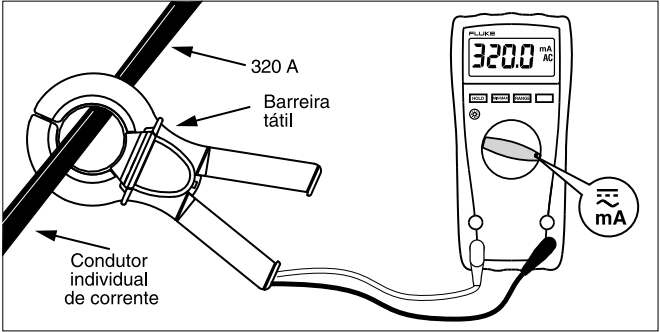

Figura 1. Medição de corrente
- **Não coloque os dedos além da barreira tátil; siga a ilustração na Figura 1.**
3. Prenda a sonda no condutor de corrente a ser medido (veja a Figura 1). Verifique se as garras da sonda estão firmemente presas no condutor.
Quando o alicate é conectado a um medidor de corrente compatível e preso em um condutor individual de corrente, os valores medidos apresentados correspondem a 1 milésimo da corrente efetiva presente no condutor. Por exemplo, uma corrente de entrada de 5 A será transformada em corrente de saída de 5 mA (veja a Figura 1). Ao medir corrente em cabo de linha CA, a garra deve estar presa em um único condutor (o fio preto ou energizado, em um cabo de 3 fios). Se a garra estiver presa nos dois condutores de corrente, as correntes se cancelarão e produzirão uma leitura igual a zero. Se a sonda for presa em dois fios com corrente no mesmo sentido, o valor medido corresponderá à soma. Inverter um dos fios faz com que o valor medido corresponda à diferença.